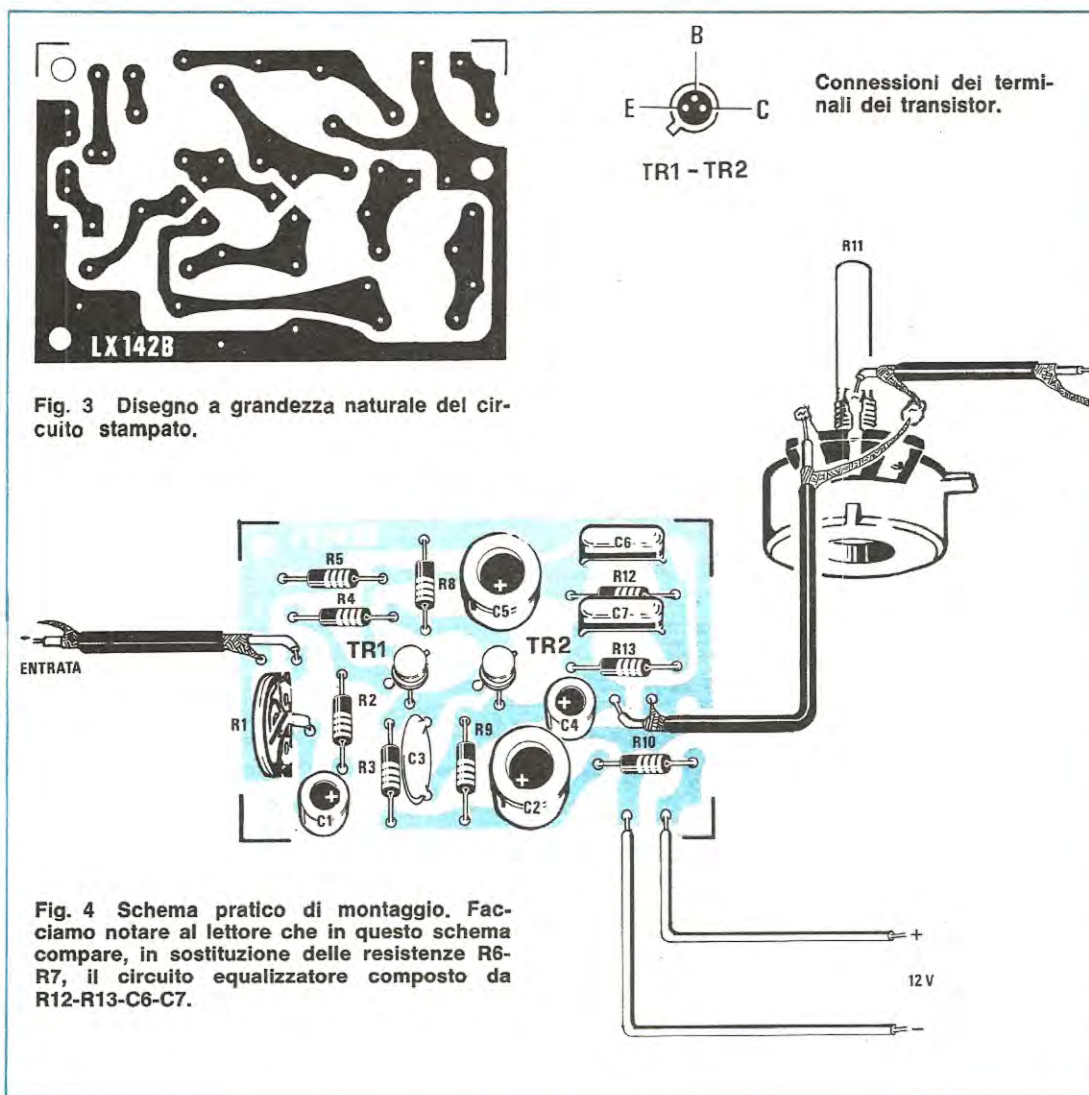

Fig. 3 Disegno a grandezza naturale del circuito stampato.
Questo preamplificatore può essere montato sul circuito stampato LX142-B visibile a grandezza naturale in fig. 3.
**Fig. 3** Schema pratico di montaggio. Nota - Il terminale di ingresso indicato con Q è quello che dovremo collegare sull'uscita dell'integrato TTL, quello indicato con M è la « massa ».